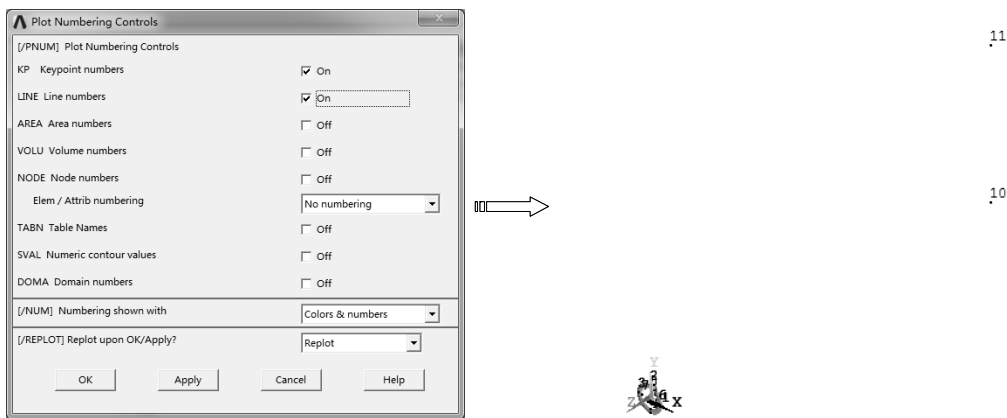

图 7-180 显示关键点
4) 选择 “Utility Menu>PlotCtrls>Numbering” 命令，弹出 “Plot Numbering Controls” 对话框，勾选 “Keypoint numbers” 和 “Line numbers” 选项，单击 “OK” 按钮，此时显示所创建的关键点，如图 7-180 所示。